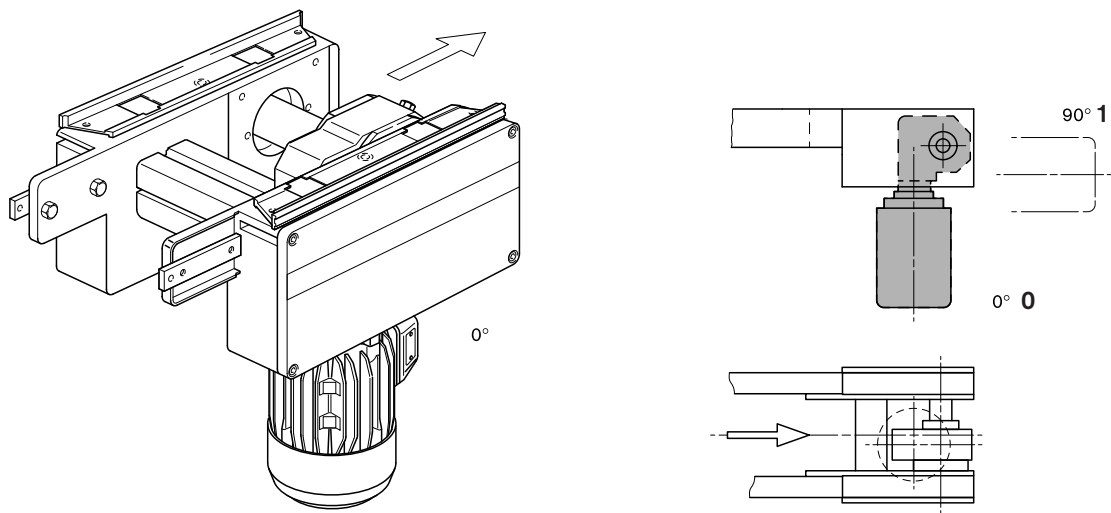

Fig. 17
■ **Standardversion (Fig. 17).**
$90^\circ = 1$  (Fig. 17).
■ **Standard version (Fig. 17).**
■ **标准款式 (Fig. 17)。**
$90^\circ = 1$  (Fig. 17)。